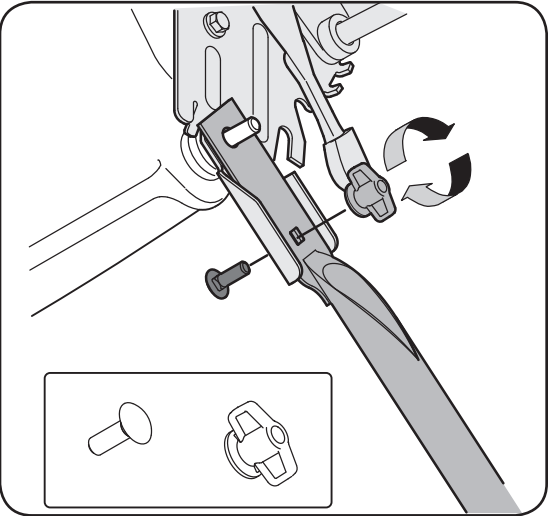

Figure 3-2
- Enlevez les goupilles fendues placées dans le trou extérieur des goupilles soudées sur les supports de montage du guidon. Placez les goupilles fendues dans le trou intérieur. Voir la Figure 3-2.
- Placez un bouton ordinaire (dans le sachet de boulonnerie fourni avec la machine) dans le trou supérieur du support de montage de droite du guidon, en procédant de l'intérieur vers l'extérieur. Voir la Figure 3-2. Maintenez-le en place avec un écrou à oreilles en plastique (boutons en forme d'étoile). Répétez de l'autre côté.